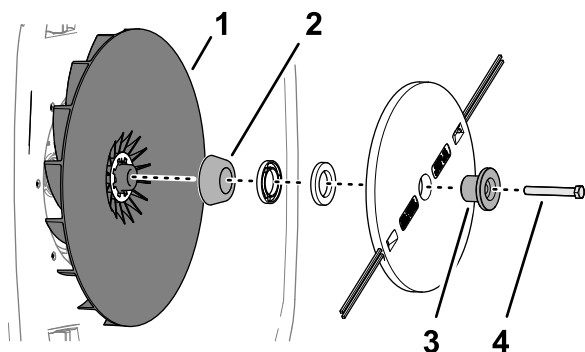

Figura 30
1. Montate il fermo, il disco di taglio, i distanziali e il distanziale conico al girante con il bullone \(Figura 30\).